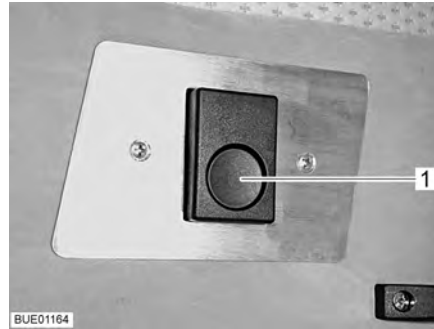

Fig. 85 Dispositif de verrouillage
- Appuyer sur le bouton de déverrouillage (Fig. 85,1). Le dispositif de verrouillage est alors débloqué.